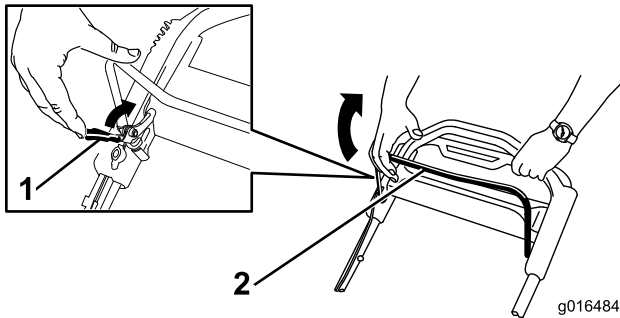

Figura 21
1. Tirate il blocco della barra di comando della lama verso la barra stessa (Figura 21).
2. Tirate indietro **lentamente** la barra di comando della lama verso la maniglia (Figura 21).